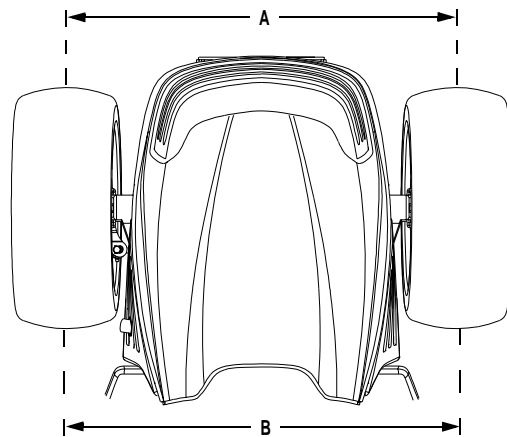

Abbildung 30
- Den Abstand „A“ zwischen den zwei Markierungen messen. Siehe Abbildung 30.
- Den Traktor vorwärts oder rückwärts rollen, bis die Markierungen horizontal zu den Mittellinien der Hinterräder stehen. Den Abstand „B“ zwischen den zwei Markierungen messen. Siehe Abbildung 30.